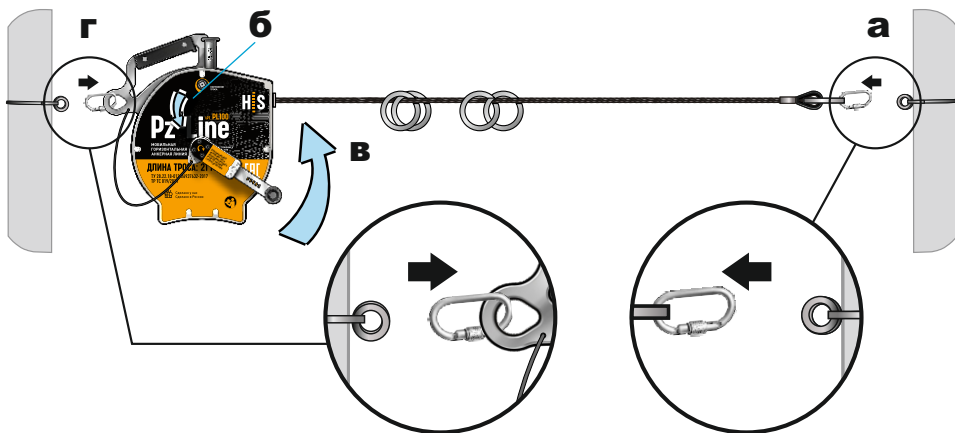

Рис. 25 Демонтаж анкерной линии Pz-Line (часть 2).
2. Отсоединить конец троса от анкерной петли (рис. 25а).
3. Поставить ручку натяжения троса на центральный штифт (рис. 25б) и, вращая ее против часовой стрелки (рис. 25в), сматывать трос анкерной линии. При сматывании троса необходимо обеспечить умеренное его натяжение во избежание загибов и заломов внутри корпуса.
4. Отсоединить анкерную проушину на корпусе от анкерной петли (рис. 25г).